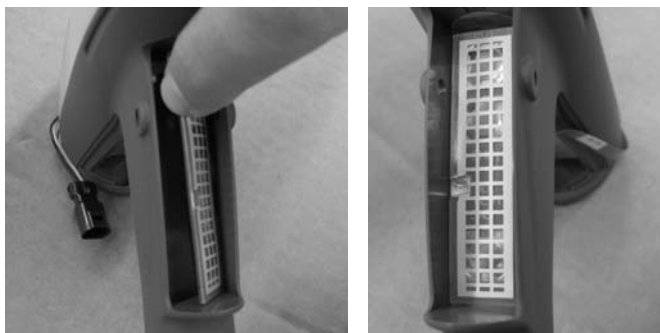

Figura 6-11 Instalação do interruptor dos gatilhos - passo 4
4. Consulte a figura 6-11. Retire película adesiva de protecção do interruptor.